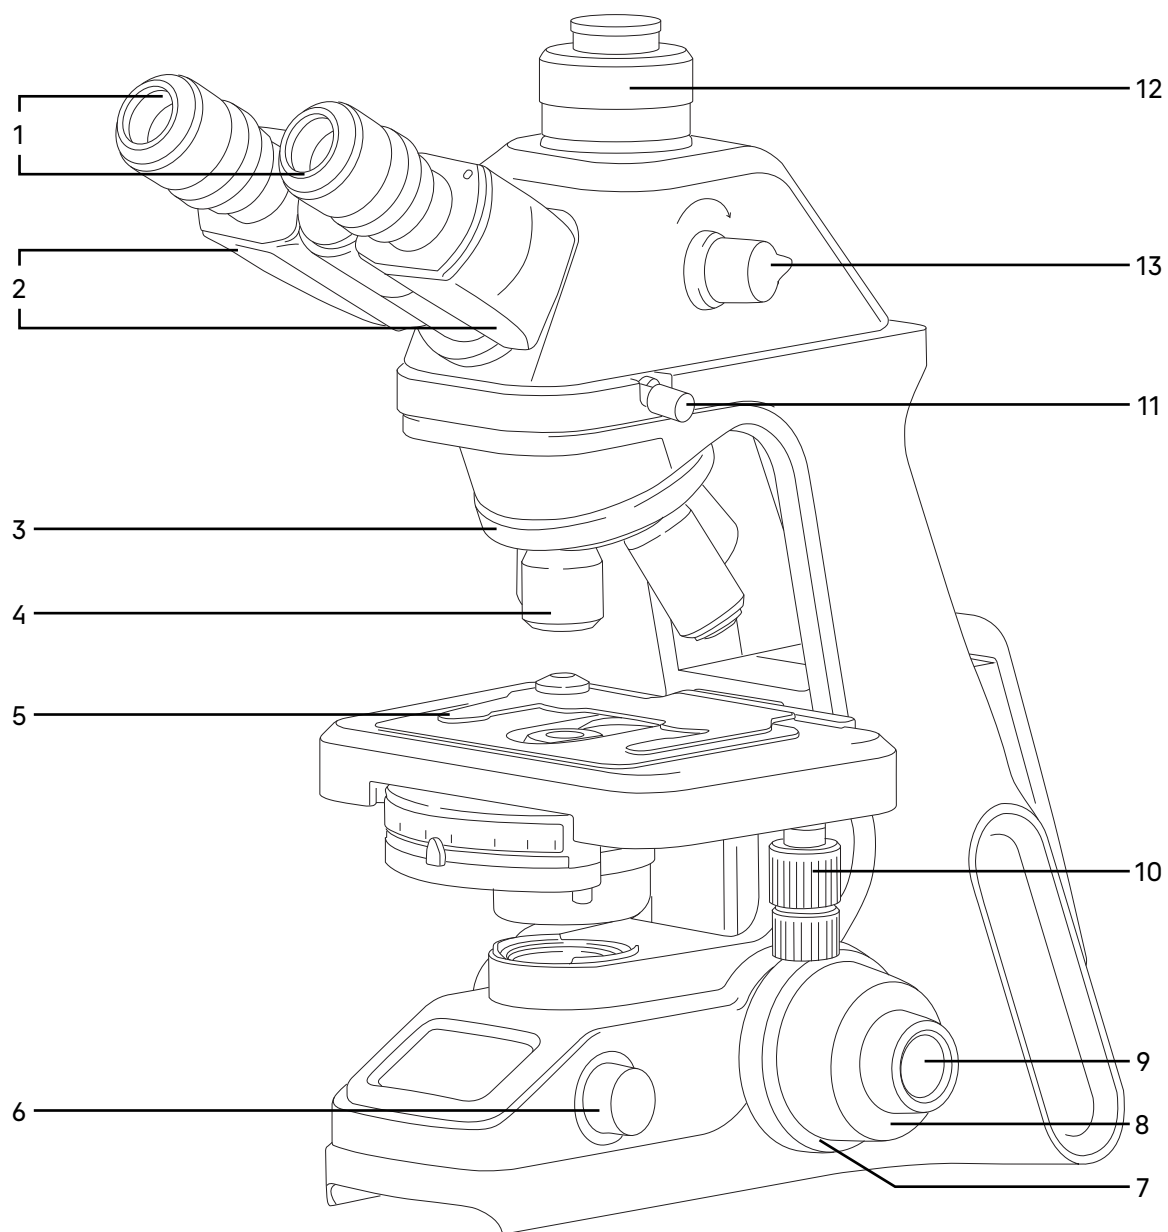
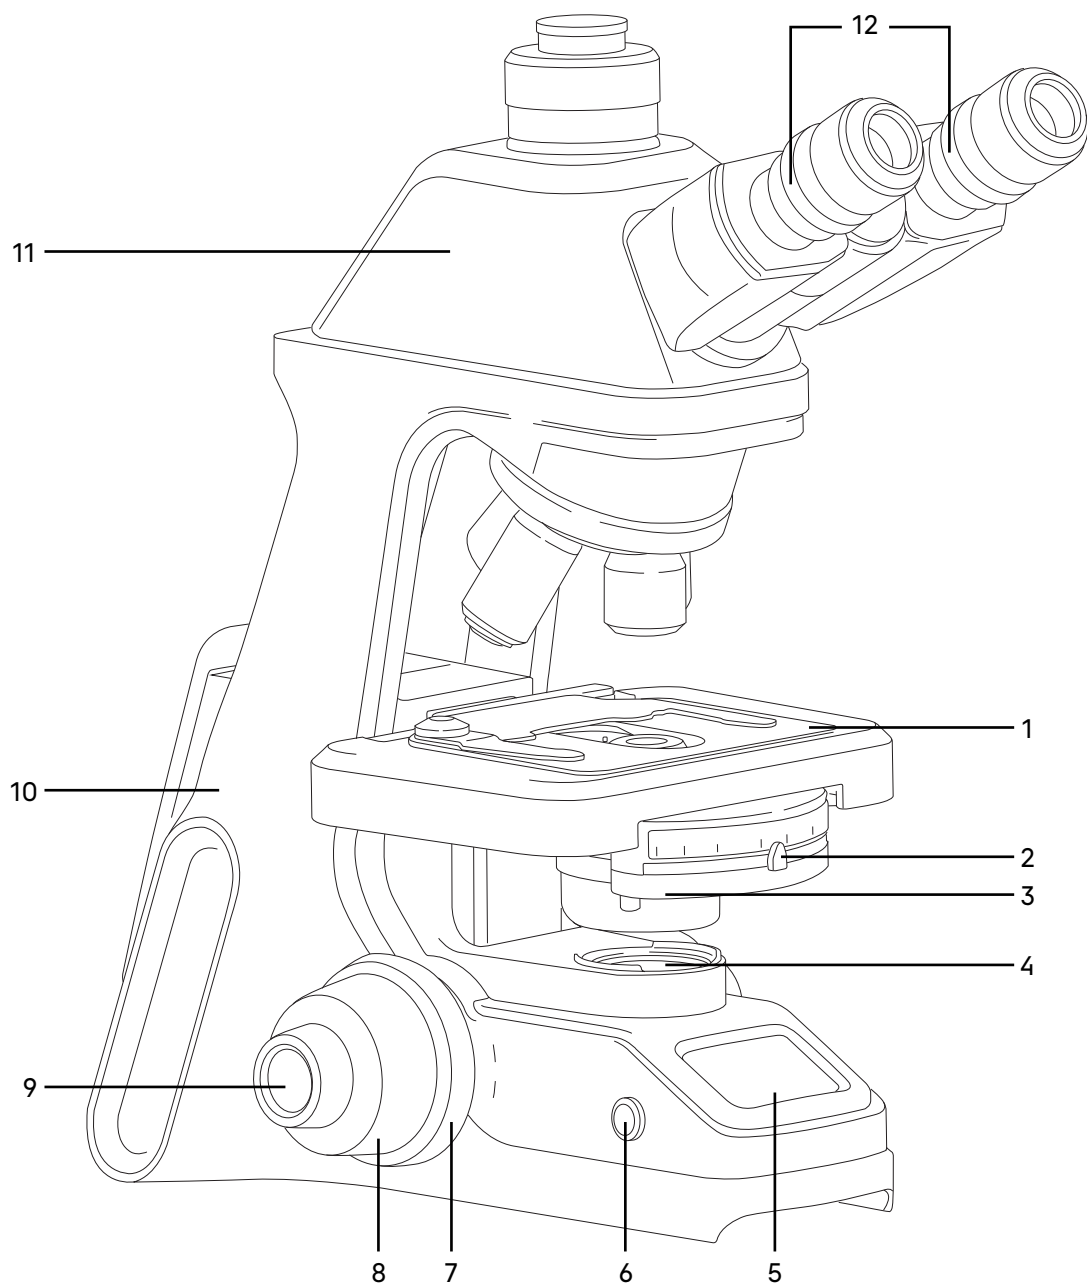
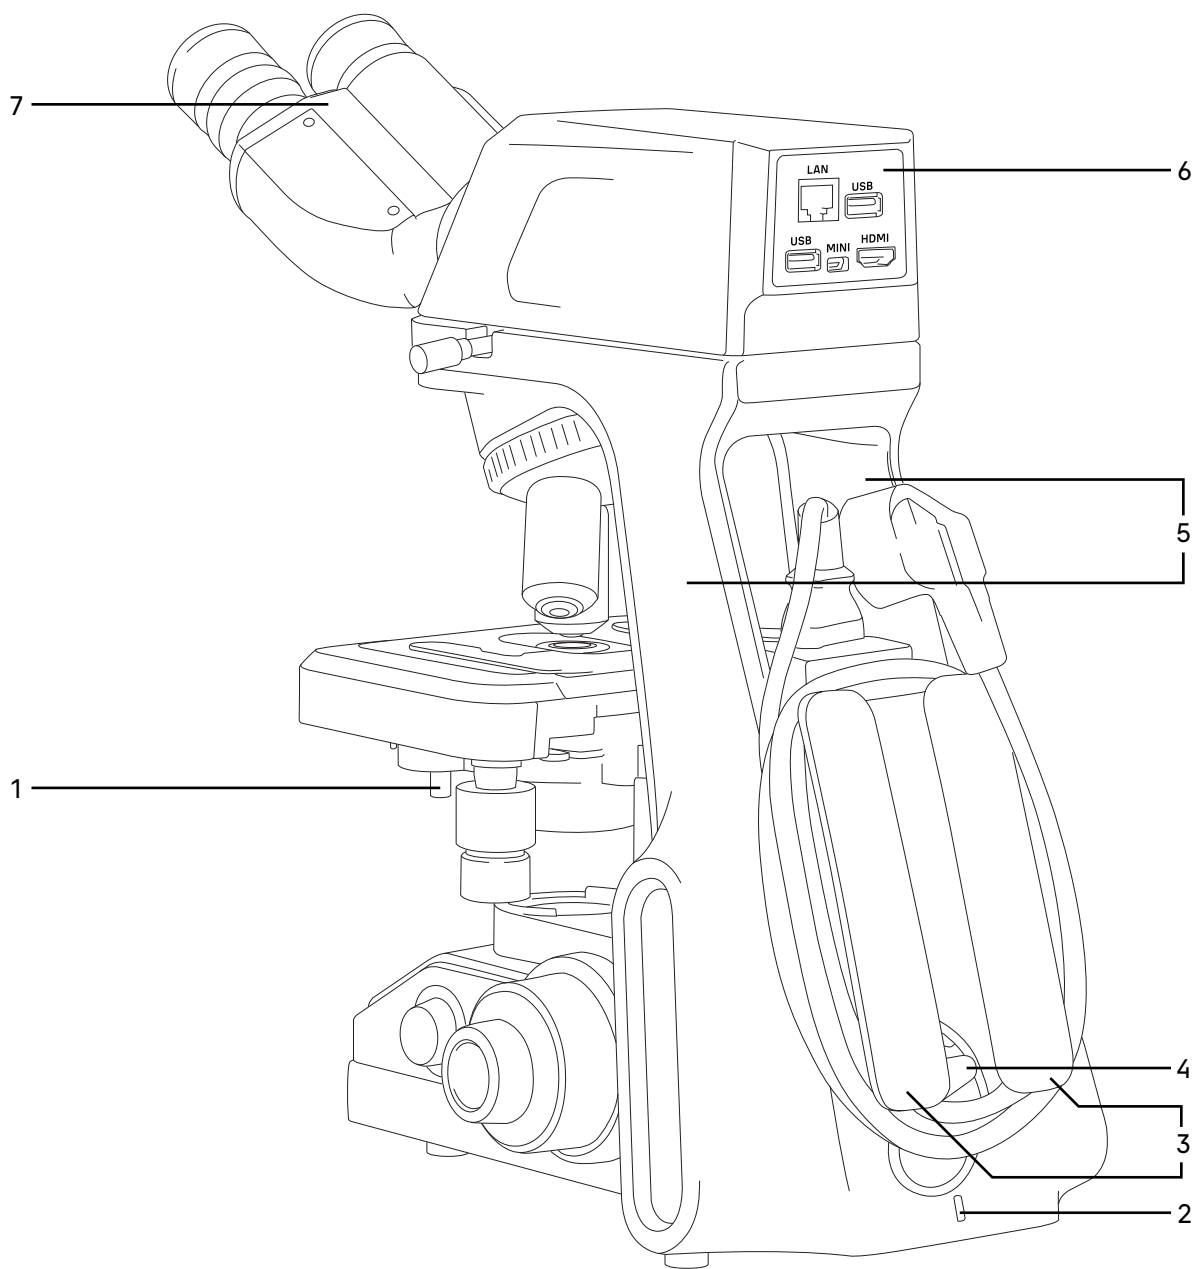

Рис. 1. Микроскоп биологический MAGUS Bio 240. Вид справа
Рис. 2. Микроскоп биологический MAGUS Bio 240. Вид слева
Рис. 3. Микроскоп биологический MAGUS Bio 240. Вид сзади
Общий вид микроскопа представлен на рис. 1, 2 и 3.
Штатив 10 (рис. 2) представляет собой цельную конструкцию с основанием. Основание имеет Y-образную устойчивую эргономичную форму.
- револьвер 3 (рис. 1) с объективами 4 (рис. 1);
- предметный столик 1 (рис. 2);
- конденсор 3 (рис. 2);
- коллектор в оправе 4 (рис. 2).
Разъем 4 (рис. 3) служит для подключения питания.
Слева на основании штатива расположена кнопка выключателя электропитания 6 (рис. 2).
Ручка 6 (рис. 1) служит для управления системой освещения.
Задняя часть штатива выполнена в форме удобных ручек 3 (рис. 3) для переноски микроскопа обеими руками.
Отверстие 2 (рис. 3) служит для установки замка против кражи.
Фокусировка на объект осуществляется перемещением по высоте предметного столика 1 (рис. 2). Грубая фокусировка производится вращением коаксиальных рукояток 8 (рис. 1, 2), которые размещены по обеим сторонам штатива.
Тонкая фокусировка производится вращением рукояток 9 (рис. 1, 2), расположенных по обеим сторонам штатива. Тонкая фокусировка требуется для точного фокусирования на объект и для подфокусировки микроскопа на резкость изображения при смене объективов и препаратов.
Механизм регулировки жесткости хода грубой фокусировки 7 (рис. 1) – кольцо между штативом и рукояткой грубой фокусировки с правой стороны. С помощью кольца регулируется жесткость хода грубой фокусировки так, чтобы жесткость была комфортной для пользователя, но при этом столик не опускался самопроизвольно во время работы.
Рукоятка блокировки грубой фокусировки 7 (рис. 2) расположена с левой стороны. После завершения грубой фокусировки рекомендуется перевести рычаг в крайнее положение в направлении по часовой стрелке. Таким образом закрепится положение грубой фокусировки для быстрой рефокусировки после смены препарата.
Визуальная насадка обеспечивает визуальное наблюдение изображения объекта. Насадка устанавливается в отверстие штатива 10 (рис. 2) и закрепляется винтом 11 (рис. 1). Насадку при установке развернуть окулярами в сторону предметного столика.
Изменение межзрачкового расстояния в насадке осуществляется разворотом окулярных тубусов 2 (рис. 1) в пределах 47–75 мм. Значение расстояния, установленного в соответствии с глазной базой наблюдателя, отсчитывается по шкале на насадке 7 (рис. 3).
Механизм диоптрийной подвижки окуляров служит для компенсации аметропии глаз наблюдателя. Находится на обоих окулярных тубусах – кольцо 12 (рис. 2).
Тринокулярная визуальная насадка: в вертикальный выход корпуса визуальной насадки 12 (рис. 1) (канал визуализации) для фиксации камеры установлен переходник C-mount. Камера служит для вывода изображения на экран компьютера или монитор/телевизор. Деление светового потока окуляры/канал визуализации (в процентном соотношении): 100/0 и 0/100.
В комплект микроскопа входят окуляры 1 (рис. 1). Окуляры имеют высокое положение выходного зрачка и предназначены для работы как в очках, так и без них.
Револьверное устройство 3 (рис. 1) обеспечивает установку четырех объективов 4 (рис. 1). Смена объективов производится вращением револьверного устройства за рифленую поверхность до фиксированного положения.
Объективы 4 (рис. 1) рассчитаны на длину тубуса «бесконечность». Парфокальная высота объективов 45 мм, линейное поле зрения в плоскости изображения 20 мм. Рассчитаны для работы с препаратами с толщиной покровного стекла 0,17 мм или без покровного стекла. Микроскоп укомплектован объективами-планахроматами с увеличением 4х, 10х, 40х, 100х. Дополнительно возможна комплектация объективами-планахроматами 20х и 60х.
Конденсор 3 (рис. 2) установлен под предметным столиком микроскопа. Конденсор устанавливается при поднятом столике и фиксируется двумя винтами 1 (рис. 3). Конденсор отрегулирован на заводе-изготовителе перед отправкой и не требует настройки пользователем.
Ирисовая апертурная диафрагма регулируется (открывается/закрывается) рукояткой 2 (рис. 2). Конденсор имеет цветную маркировку увеличения объективов. Для достижения наилучшего качества изображения рекомендуется прикрывать апертурную диафрагму конденсора приблизительно на 1/3 диаметра выходного зрачка объектива. В таком положении рукоятка регулировки диафрагмы совпадает с цифровым обозначением объектива, введенного в ход лучей, и обеспечивает изображение с хорошей контрастностью.
Двухкоординатный предметный столик 1 (рис. 2) обеспечивает перемещение объекта в двух взаимно-перпендикулярных направлениях с помощью рукояток 10 (рис. 1), расположенных на одной оси.
Встроенный в основание микроскопа осветитель включает коллектор в оправе 4 (рис. 2) и источник света – светодиод.
Включение осветителя осуществляется с помощью выключателя питания 6 (рис. 2) на левой панели штатива.
Питание лампы осуществляется от сети переменного тока через адаптер электропитания. Адаптер для удобства устанавливается в держатель 3 (рис. 3) сзади штатива микроскопа.